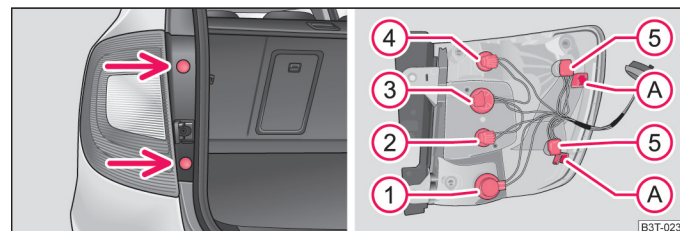

Abb. 221 Heckleuchteneinheit ausbauen (Combi)
- Nehmen Sie die Stopfen → Abb. 221 - links heraus und schrauben Sie mit einem Torx-Schlüssel die Heckleuchteneinheit ab¹⁾.
Einbaulage der Lampen ⇒ **Abb. 221**.